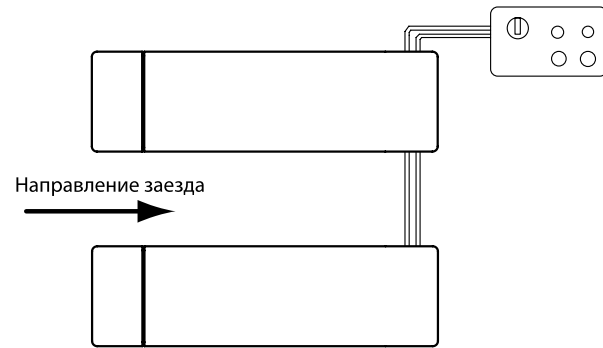

Рисунок 8 – Направление заезда
9. Установите транспортное средство на подъёмник, заезд осуществляется с определённой стороны (рис. 8). Подхват осуществляется за специальные места, с помощью резиновых подушек. Следите, чтобы центр ТС был смещён не более чем на 2/3 своей длины от геометрического центра платформ. Следите за смещением центра тяжести авто – возможно, потребуется разгрузить автомобиль перед подъёмом.